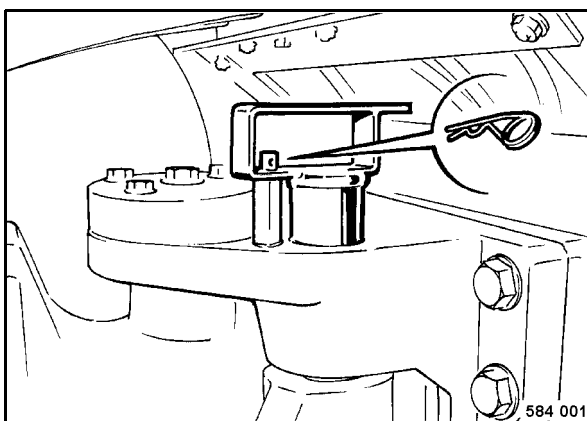

fig. 65
- Retirer l'agrafe de sécurité (fig. 65).